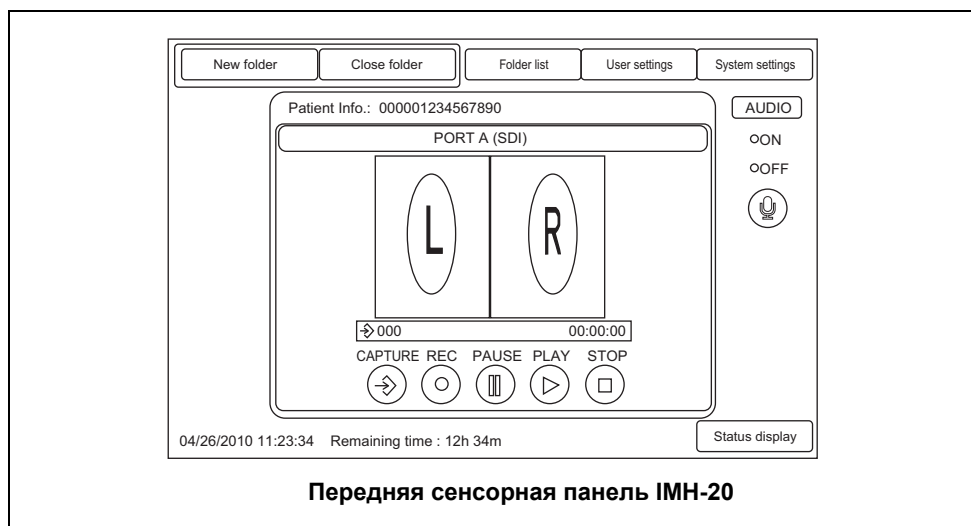

Рисунок 7.2
- Если эндоскопические изображения записываются в стереоформате SIDE BY SIDE и в режиме 3D, изображения отображаются на передней сенсорной панели IMH-20, как показано на рис. 7.2. (L: изображение левого глаза; R: изображение правого глаза)